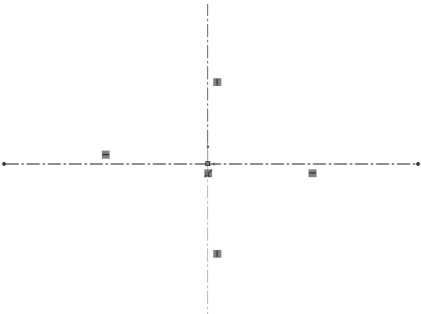

图 11-17 绘制中心线
- 1) 单击【草图】工具栏中的（中心线）按钮，在屏幕左侧将弹出【插入线条】属性栏，在屏幕右侧的绘图区中移动鼠标，绘制十字的中心线。单击【草图】工具栏中的（中心线）按钮来关闭中心线。绘制中心线如图 11-17 所示。